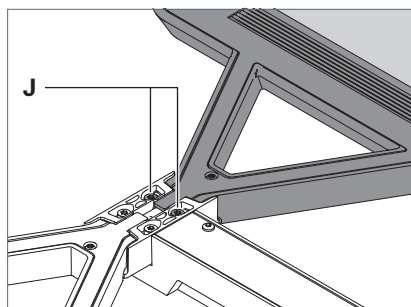

Fig. 27: Ajuster la tête du luminaire.
1. Pour abaisser la tête du luminaire, tournez les vis de réglage **J** qui maintiennent cette tête du luminaire dans le sens inverse des aiguilles d'une montre, voir Fig. 27.